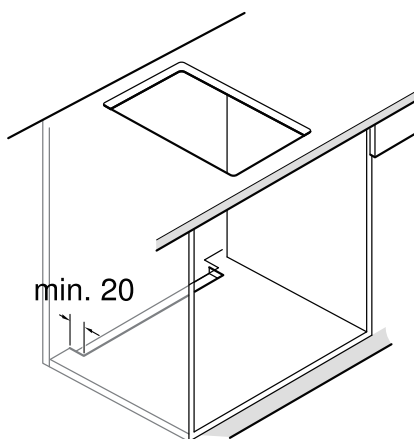

図 3
- ユニットの背面からのクリアランスが 20 mm 未満の場合、下側に開口部を設けて下さい。(図 3)